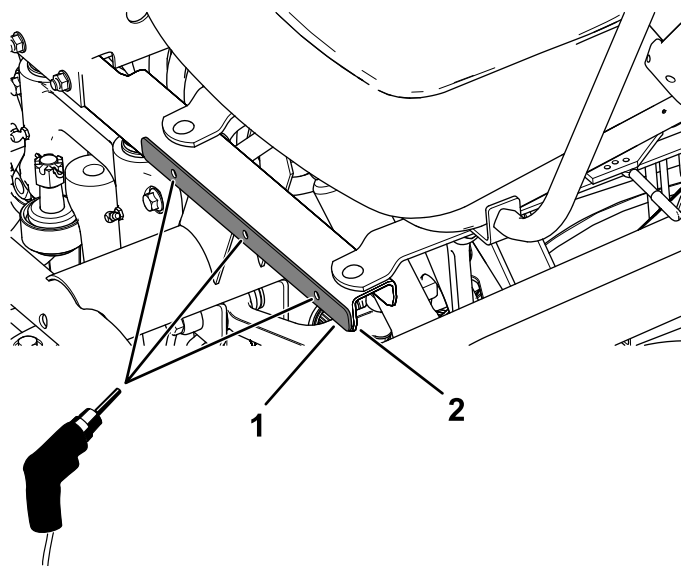

Figura 21
1. Aliniați bridele pentru apărătoare la marginea inferioară a cadrului pentru baza scaunului i utilizați bridele pentru apărătoare ca ablon pentru a marca i a efectua 3 orificii ($\frac{5}{16}$ ") pe fiecare parte a cadrului pentru baza scaunului (Figura 21).